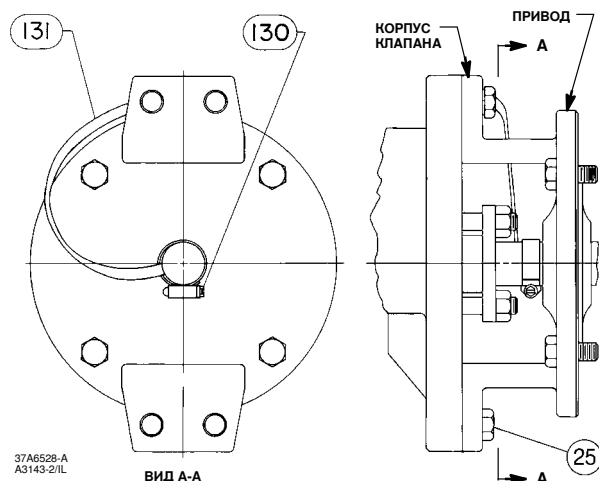

Рис. 6. Дополнительный кабель заземления для замыкания вала на корпус
4. Прикрепите кабель заземления (поз. 131, рис. 6) к валу при помощи зажима (поз. 130, рис. 6).